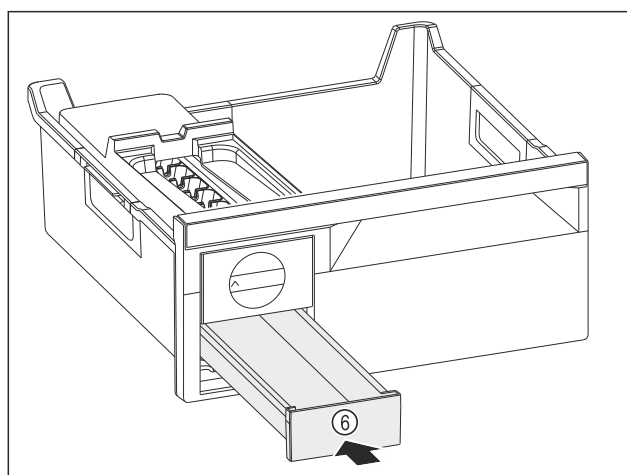

Fig. 141
- ▶ Työnnä jääkuutiolokero Fig. 141 (6) sisään.